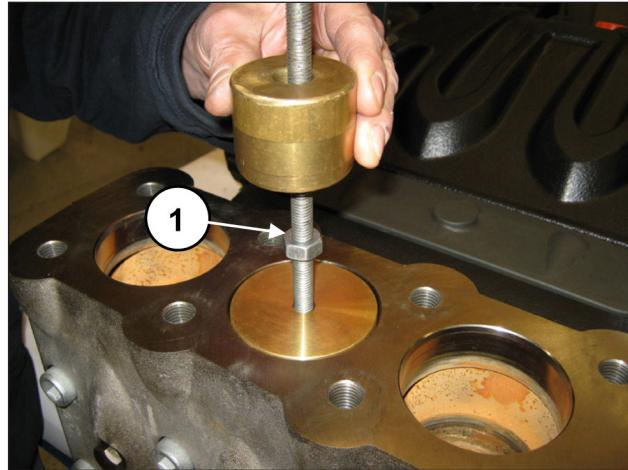

Fig. 98
Extraire le couvre-soupapes à l'aide d'un extracteur à inertie à appliquer au trou taraudé M10 du couvre-soupapes (rep. ①, Fig. 98).